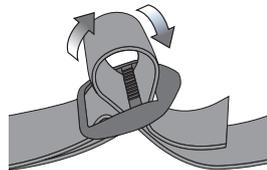

図 3. バックルに通す
4. 固定用ベルトを、バッテリーとカバーの上から取り付けます。次に、ベルトをバックルに通します。図 3 のようにベルトを折り曲げてバックルに通し、ベルトをきっちり締めてください。なお、はみ出たベルトは、邪魔にならないよう固定してください。